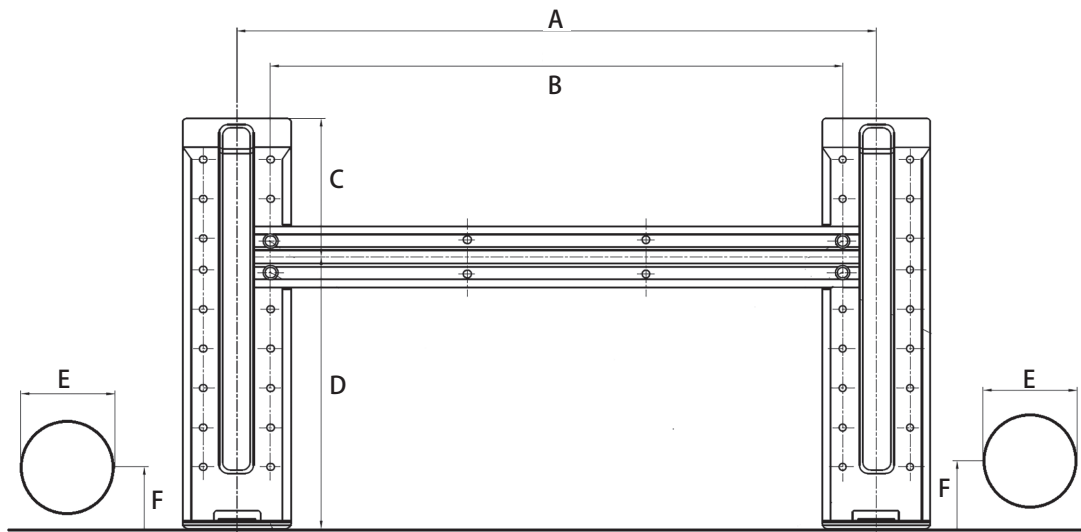
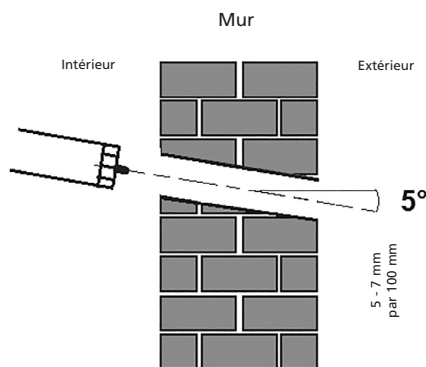

Fig. 9
Fig. 10
- Déterminer la position des trous en fonction du diagramme illustré à la Fig. 9. Percer un trou (≥ 85 mm pour modèles TSCS 12xx et ≥ 65 mm pour modèles TS 12xx) en inclinant légèrement vers le bas (côté extérieur) afin d'éviter la pénétration d'eau vers l'intérieur (fig. 10).